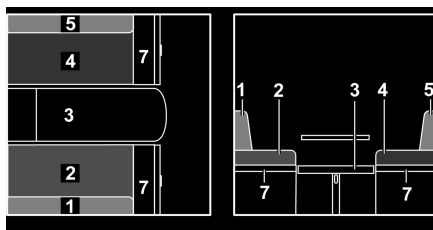

Fig. 109 Pendant la transformation
- Rabattre la rallonge de la banquette (Fig. 109,7) vers le haut et enclencher avec le rabat.